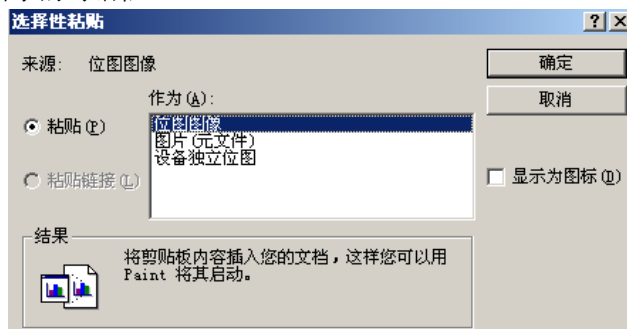

图 5-47 选择性粘贴对话框
(1) 在其它支持 OLE 的 Windows 软件中选取一部分内容复制到剪贴板中, 比如可以在 Microsoft Word 中复制一行文字。在选择【对象】右击出现的快捷菜单中选择【选择性粘贴】选项, 弹出如图 5-47 所示的对话框。
(3) 这个对话框与图 5-47 所示的对话框虽然形式上有所不同,但使用方法都一样,创建对象的方法也是两种:新建和由文件创建。在【新建】标签中的对象类型列表框中选择【CAXA 数控车】类型,单击【确定】按钮后,将会自动打开数控车的编辑窗口,用户可以绘制所需的图形。
(4) 当图形绘制完成后,关闭数控车,这时可以看到绘制的图形已作为一个 OLE 对象插入到 Word 文档中。
(5) 通过用鼠标拖动数控车对象周围的八个尺寸句柄,可以将其调整为合适的大小。还可以用鼠标左键双击对象,打开数控车编辑窗口进行编辑修改。
(6) 用户还可以选【由文件创建】方式,根据已经存在的\*.exb 文件创建嵌入或链接的数控车对象。